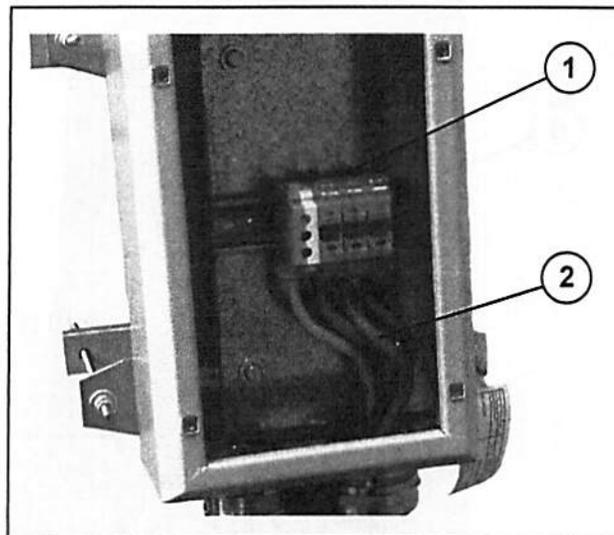

Abb. 2.3.2
Das Kabel an die Klemmen (1) des Stromkastens Verlängerungskabel anschließen (Abb. 2.3.2).
Das Verlängerungskabel (2) ist bereits an die Klemmen des Stromkastens angeschlossen (Abb. 2.3.2) und ist an den Leitungskasten (QEL) am Kranunterbau anzuschließen.